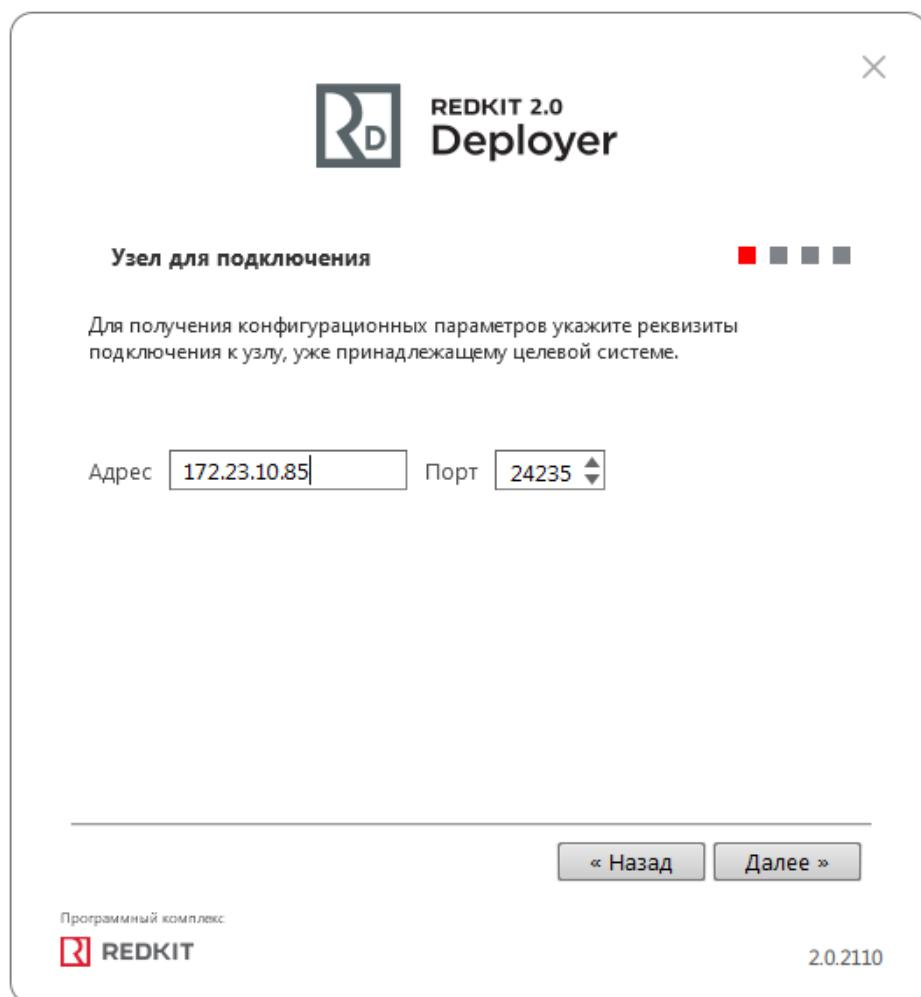

Рисунок 58 - Узел для подключения
4. Укажите IP-адрес основного сервера и оставьте порт по умолчанию (Рисунок 58). Нажмите **Далее**.